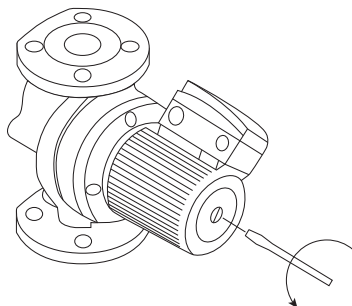

Рисунок 3
- Для удаления воздуха из насоса выкрутите выпускной винт (рисунок 3);
ВНИМАНИЕ! При необходимости вывинчивания контрольного винта (рис. 3) нужно перед этой операцией удостовериться, что выходящая в результате жидкость не нанесет вреда людям или не станет причиной повреждения компонентов насоса.
- выкрутить выпускной винт (рис. 3);